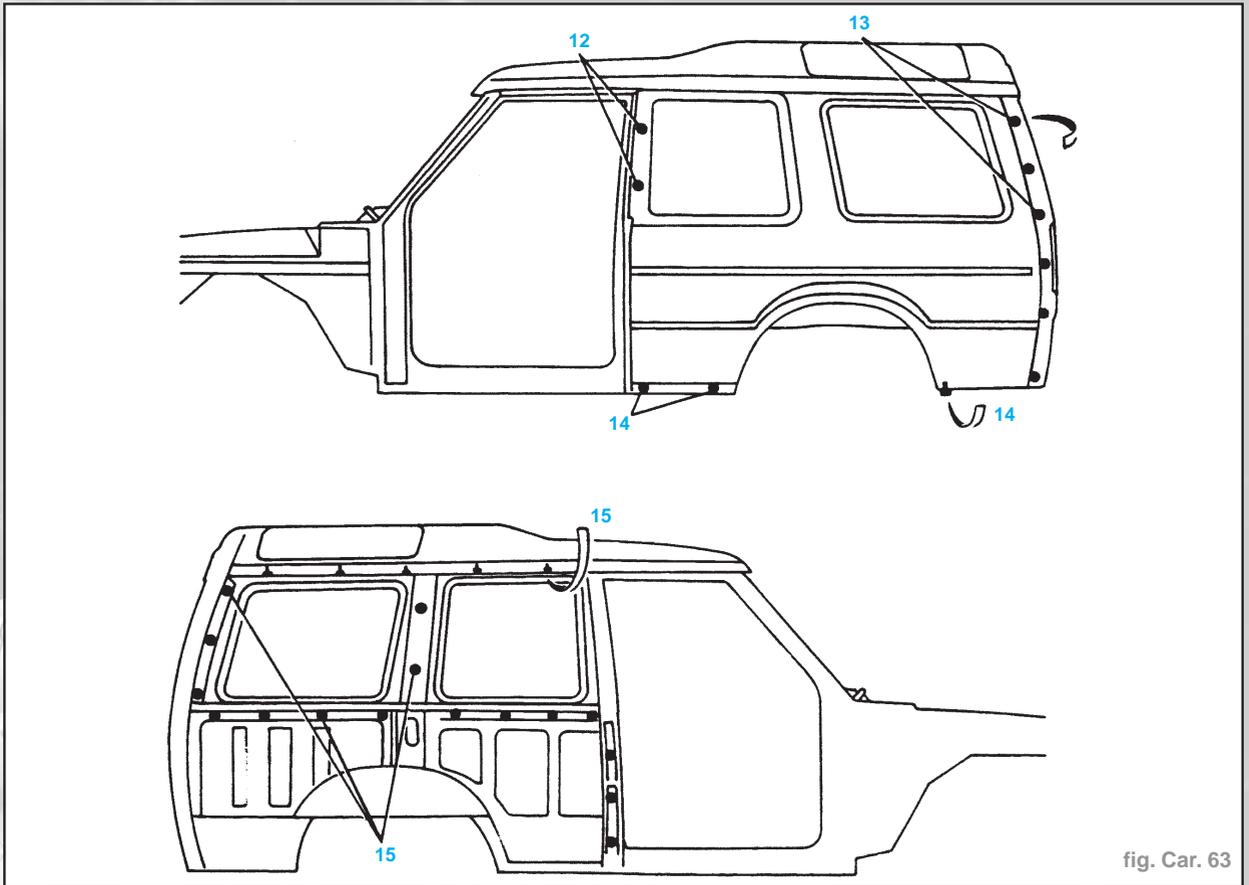

fig. Car. 63
- Déposer le recouvrement du pied "BC" et enlever deux boulons maintenant le panneau latéral de caisse sur le pied "BC" (12) (Fig. Car. 63).
- Enlever six vis de tôle à tête fraisée maintenant le panneau de custode sur le pied "E" (13).
- Enlever trois vis maintenant le bord inférieur du panneau latéral de caisse à l'extérieur du véhicule, un passage de roue arrière et l'enjoliveur de longeron de bas de caisse (14).
- En travaillant à l'intérieur du véhicule, enlever vingt-et-une vis maintenant le panneau latéral de caisse (15).